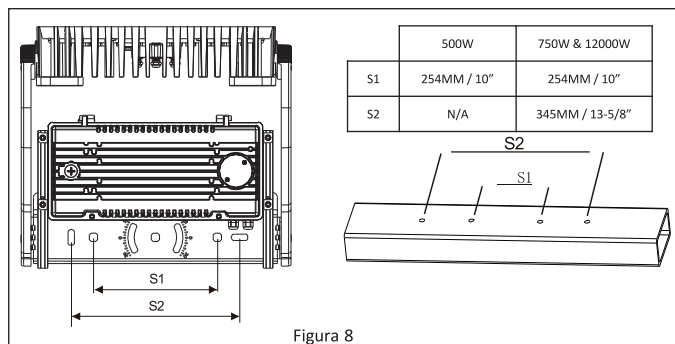

Figura 8
1. Marca la distancia S1 o S2 del orificio que se muestra para el producto a instalar. **Ver Figura 8.**